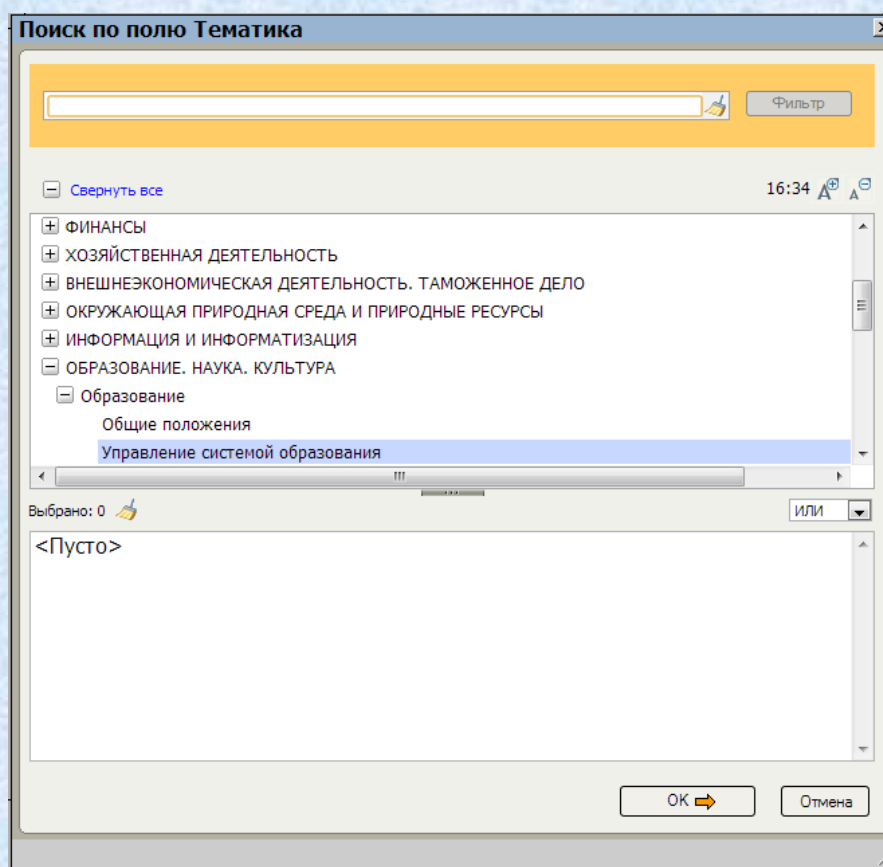

Рисунок 5 – Окно поиска по полю *Тематика*
3. Из предложенного тематического списка выберите раздел *Образование. Наука. Культура* со следующими подразделами: *Образование / Управление системой образования*. Нажмите кнопку ОК в нижней части окна (рисунок 5).